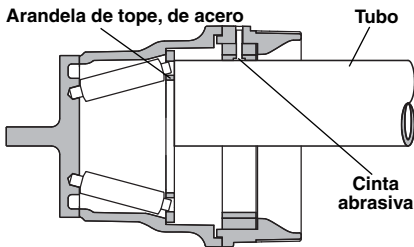

Figura 7B – Posición del tubo para la limpieza externa de su extremo
4. Mientras sujeta firmemente la taladradora, coloque la Preparadora en posición de limpieza (Figura 7B). El extremo del tubo debe toparse contra la arandela de acero, y la cinta abrasiva, quedará tocando la pared exterior del tubo. Sostenga la taladradora en forma paralela al tubo y presiónela lateralmente describiendo un movimiento orbital por alrededor del tubo hasta que esta superficie de futura unión del tubo se haya pulido. Si la taladradora no se mantiene sujeta paralelamente al tubo, la